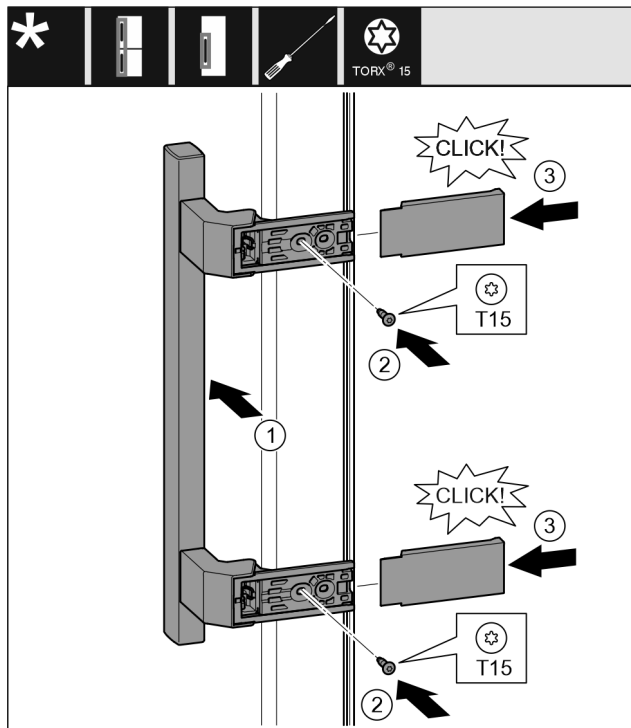

Fig. 15
- ▶ Griff auf der Gegenseite ansetzen. Fig. 15 (1)
- ▶ Schrauben mit Schraubendreher T15 festschrauben. Fig. 15 (2)
- ▶ Abdeckungen seitlich ansetzen und aufschieben. Fig. 15 (3)